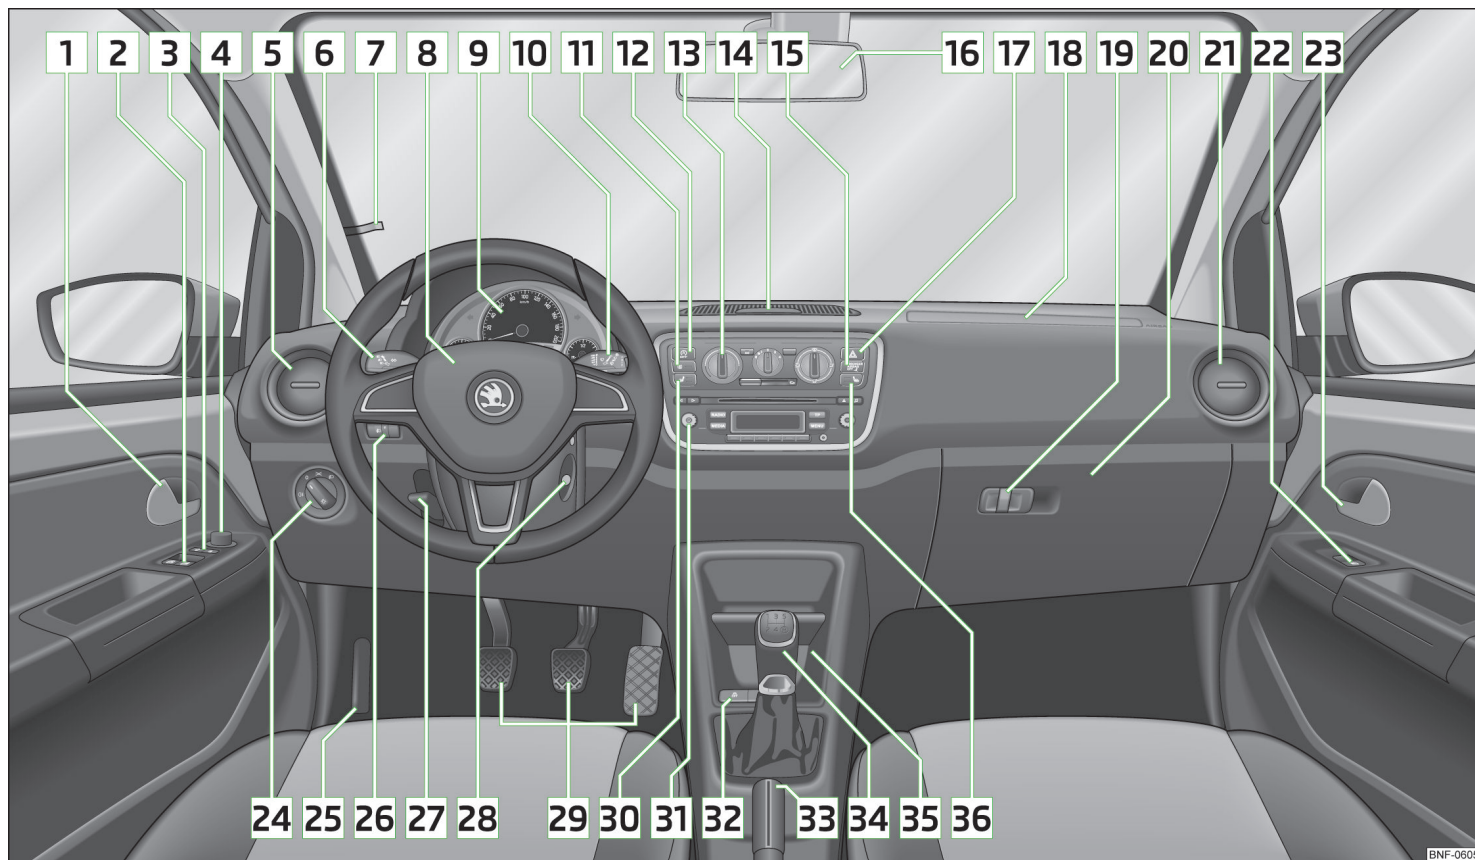

Fig. 17 Puesto de conducción
- En los vehículos con dirección a la derecha, la disposición de los elementos de mando se diferencia en parte de la disposición mostrada en la » fig. 17. Sin embargo, los símbolos corresponden a cada uno de los elementos de manejo.